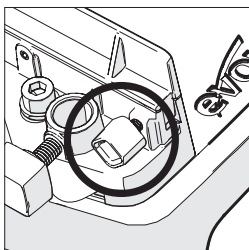

Fig. 5
- Draai de duimschroef los. (Fig. 5)